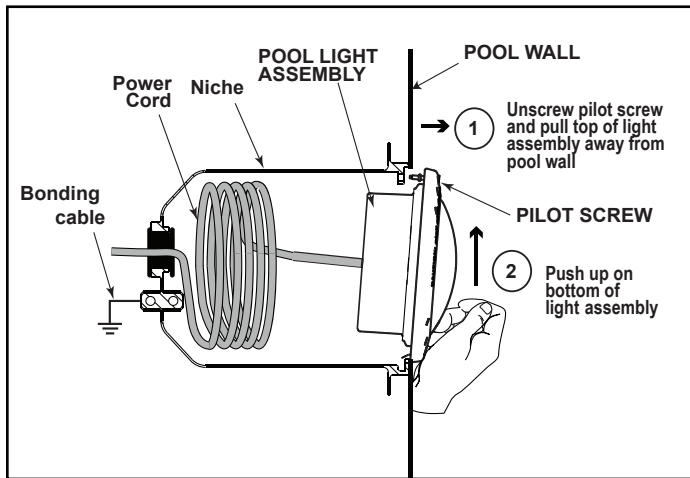

Figura 6. Extracción del conjunto de luz LED RGBW Jandy Pro Series WaterColors para reemplazar el controlador de luz
3. Para retirar el conjunto de la luz, desatornille el tornillo piloto especial en la parte superior del aro frontal, retire el conjunto de la luz del nicho y colóquelo cuidadosamente en el perímetro exterior de la piscina. No es necesario vaciar la piscina. Véase la Figura 6.